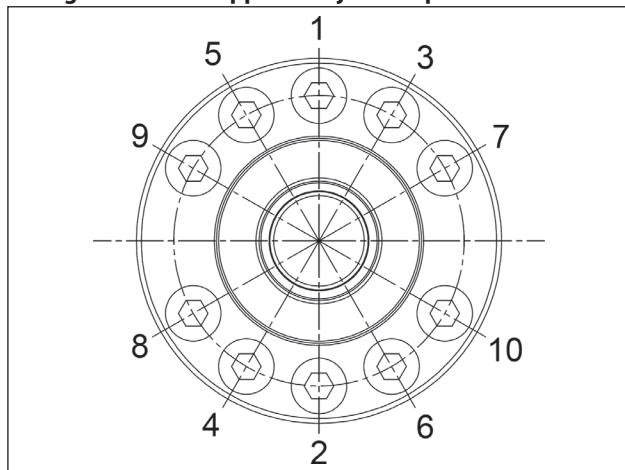

Fig. 132
** Les vis de fixation des supports du schéma Fig. 132, doivent être serrées en deux phases :